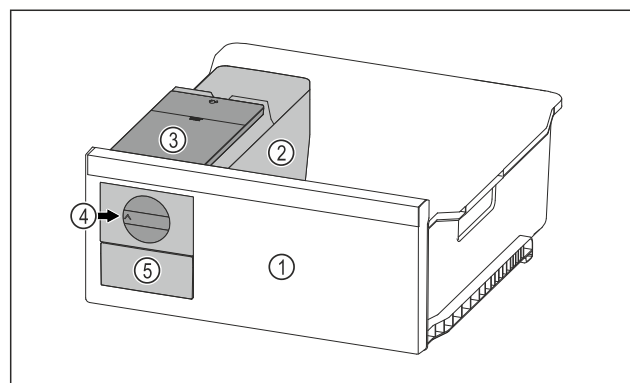

Fig. 97 Primjer izgleda
- ▶ Okrenite okretni gumb Fig. 97 (4) u smjeru kazaljki na satu do graničnika.
- ▶ Kockice leda padaju iz posude za kockice leda u ladicu za kockice leda Fig. 97 (5).